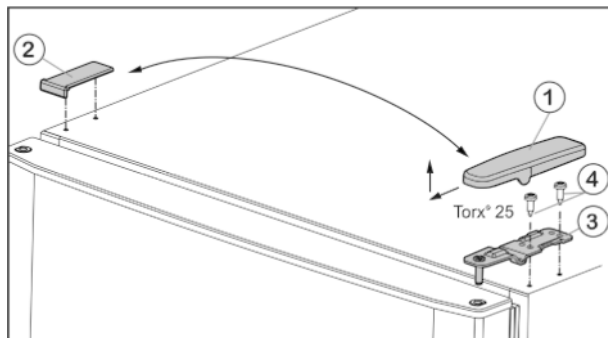
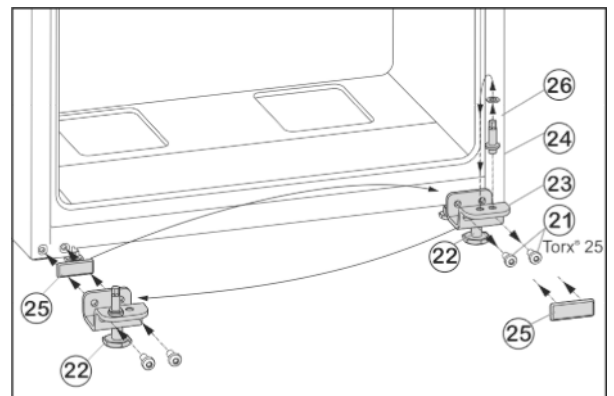

Fig. 4
Fig. 6
- ▶ Afdekking Fig. 4 (1) naar voren en boven wegtrekken.
- ▶ Afdekking Fig. 4 (2) eraf nemen.
- ▶ Bovenste lagerbus Fig. 4 (3) losschroeven (2 maal Torx® 25) Fig. 4 (4) en naar boven eraf trekken.
- ▶ Bevestigingsbouten Fig. 6 (21) losschroeven.
- ▶ Lagerbok onder Fig. 6 (23) volledig met lagerbouten Fig. 6 (24), schijf Fig. 6 (26) en stelvoet Fig. 6 (22), verwijderen.
- ▶ Lagerbouten Fig. 6 (24) volledig met schijf Fig. 6 (26) losschroeven, terugplaatsen in het tegenoverliggende opnamegat van het lagerbok en weer vastschroeven.
- ▶ Afdekplaat Fig. 6 (25) voorzichtig verwijderen en terugplaatsen op de andere zijde.
- ▶ Lagerbok onder Fig. 6 (23) volledig met lagerbouten Fig. 6 (24), schijf Fig. 6 (26) en stelvoet Fig. 6 (22) weer op de nieuwe scharnierzijde evt. met behulp van een accuboormachine **vastschroeven (met 4 Nm)**.
- ▶ Onderste deur van bovenaf op scharnierpen Fig. 6 (24) plaatsen.
- ▶ Middelste scharnierblok (13) 180° gedraaid in de onderste deur plaatsen en met bevestigingsbouten (11)(2 maal Torx® 25) op de nieuwe scharnierkant **stevig (met 4 Nm)** aandraaien.
- Kunststof ring (10) weer aanbrengen.
- Bovenste deur op het middelste scharnierblok (13) plaatsen.
- Plaats de bovenste lagerbus Fig. 4 (3) aan de nieuwe scharnierkant in de deur.
- Bovenste lagerbok **vastschroeven (met 4 Nm)** (2 keer Torx® 25) Fig. 4 (4). Eventueel een accuboormachine gebruiken.
- Afdekking Fig. 4 (1) aan de andere kant buiten plaatsen en vastklikken.
- Afdekking Fig. 4 (2) steeds aan de andere kant van bovenaf plaatsen en vastklikken.
- Stelpoot Fig. 6 (22) van onderste scharnierblok Fig. 6 (23) eruit draaien, tot deze de vloer raakt.